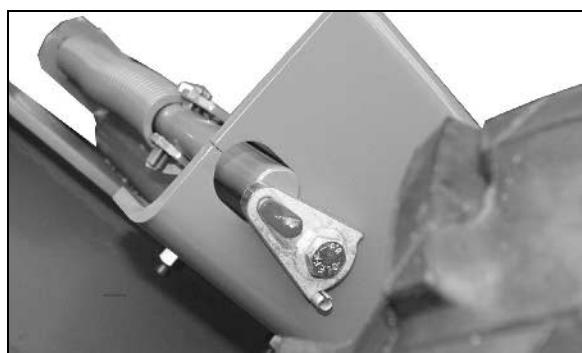

Рис. 23
1. Установите шаровой кран (1) в положение В.
3. Установите стопорный рычаг соответствующим образом (см. Рис. 23).